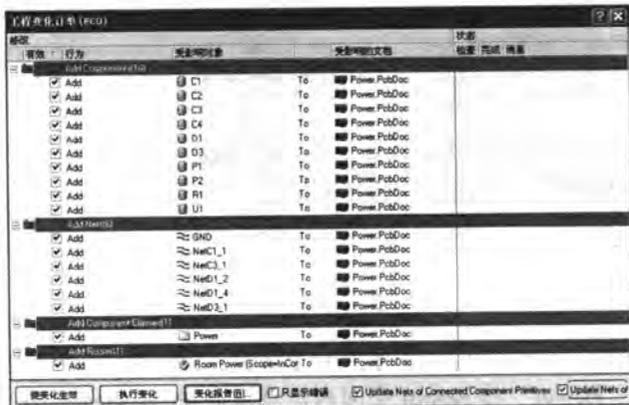

图 8-103 【工程变化订单 (ECO)】对话框
- [4] 在原理图编辑环境中，执行【Design】/【Update PCB Document Power.PcbDoc】命令，则系统打开如图 8-103 所示的【工程变化订单 (ECO)】窗口。该窗口中显示了本次载入网络与元器件封装时受影响的文档及受影响的对象，包括元器件、网络、元器件类、Room 四类。